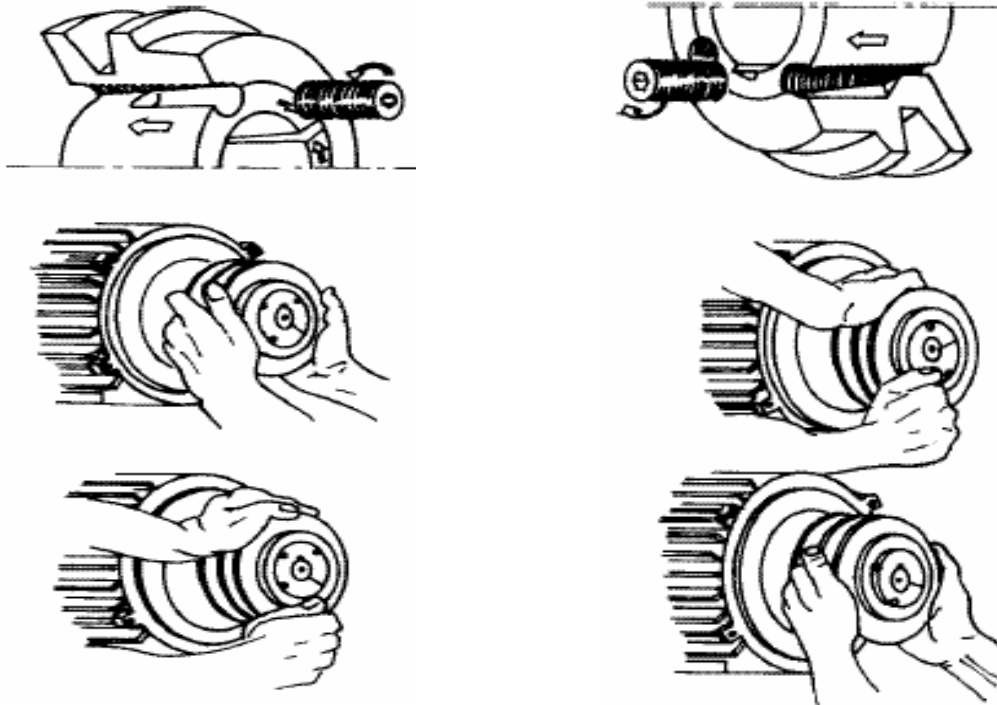

Fig. 8 – Montage et démontage de la poulie
8.1.4 Démontage et remontage de la poulie (Fig. 8)
- Nettoyer et dégraisser soigneusement l'arbre, le moyeu et l'alésage conique de la poulie. Monter le moyeu sur la poulie en plaçant les trous les uns en face des autres : les trous filetés de la poulie doivent correspondre aux trous lisses du moyeu. (Fig. 8)